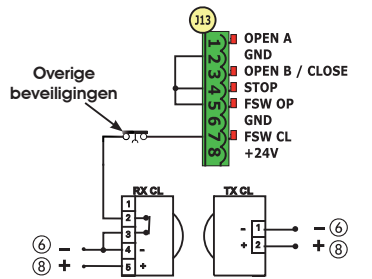

Fig. 6
- Wanneer de FAIL-SAFE beveiliging wel wordt gebruikt, moet de voeding van de zenders worden aangesloten op OUT nadat deze op de juiste wijze is ingesteld (zie programmering niveau 2 en fig. 6).
- Wanneer de FAIL-SAFE beveiliging wordt gebruikt, moeten ook de niet-gebruikte veiligheidsingangen worden verbonden met de negatieve pool van OUT (zie fig. 6).